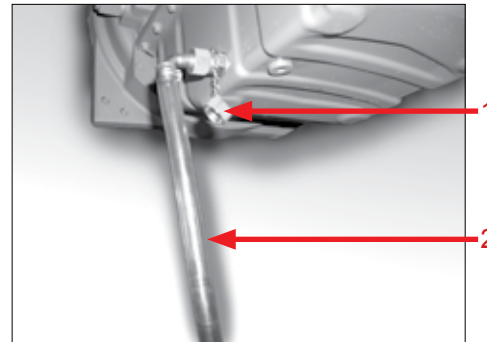

Fig. 85
7. Dévisser le bouchon puis visser pos. 1 le tuyau fourni à cet effet pos. 2 (Fig. 85). L'huile s'écoule hors du moteur.